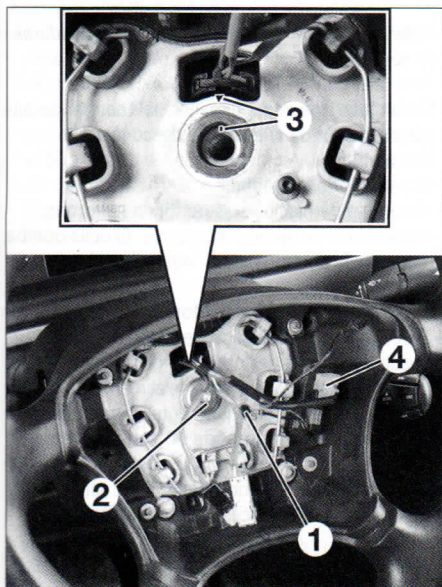

FIG. 2
- Desmontar el tornillo de fijación (1) o desconectar el borne del cable de masa en el centro del volante, según versión (fig. 2).
- Aflojar el tornillo de fijación (2) del volante algunas vueltas.
- Desmontar el tornillo de fijación (2) del volante.